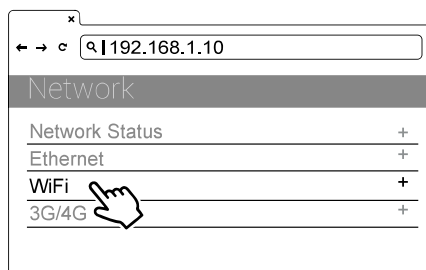

Figura 34. Selezione della rete
- 1) Selezionare Wi-Fi Module. Vedere la figura 34.